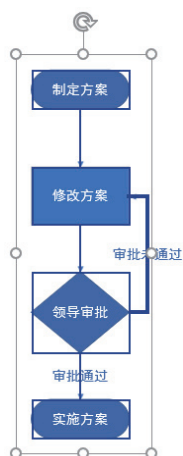

图 1-31 选中绘图页中的所有形状和文本
(1) 在绘图页中单击，然后按 **Ctrl+A** 组合键，选中绘图页中的所有形状及其中包含的文本，如图 1-31 所示。